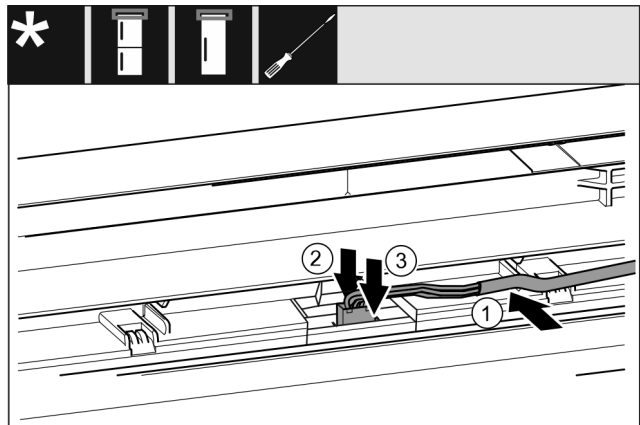

Fig. 63 Kühl-/Gefrierkombinationen / Gefriergeräte / Kühlgeräte*
- ▶ Kabel Fig. 63 (1) in die Führung in der oberen Tür einlegen.*
- ▶ Rastnase Fig. 63 (2) nach hinten drücken.*
- ▶ Stecker Fig. 63 (3) einrasten.*